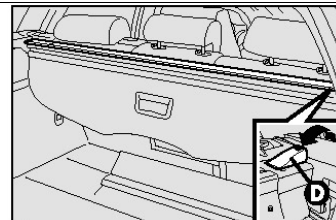

рис. 19
**ВНИМАНИЕ.** Чтобы снять шторку, сверните ее, проверьте, чтобы была свернута и сетка, отделяющая салон от багажника (где предусмотрено) (см. следующий раздел), после чего приподнимите кверху рычаг **D** – **рис. 19**. Приподнимите и извлеките шторку из багажника.